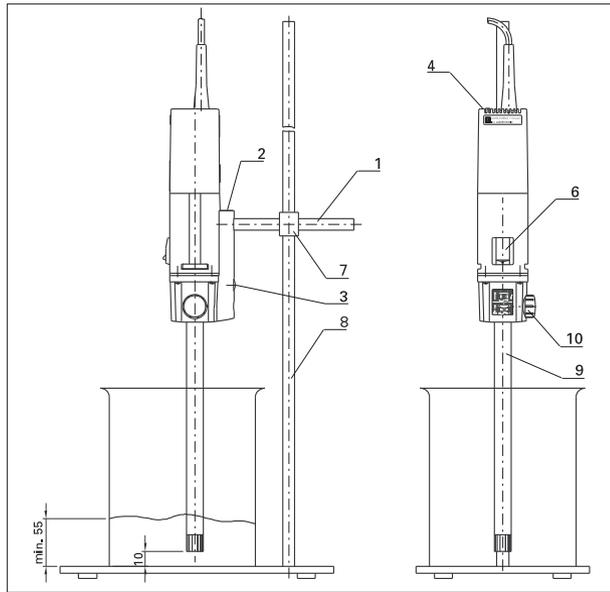

Fig. 1
- 分散刀头至容器底部的距离不能少于 10mm (如图 1 示)。